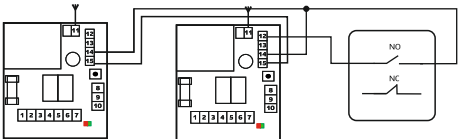

Рис. 7 — Вариант управления без перемычки
7.2.1. Управление группой устройств, перемычка не установлена (см. рис. 7)